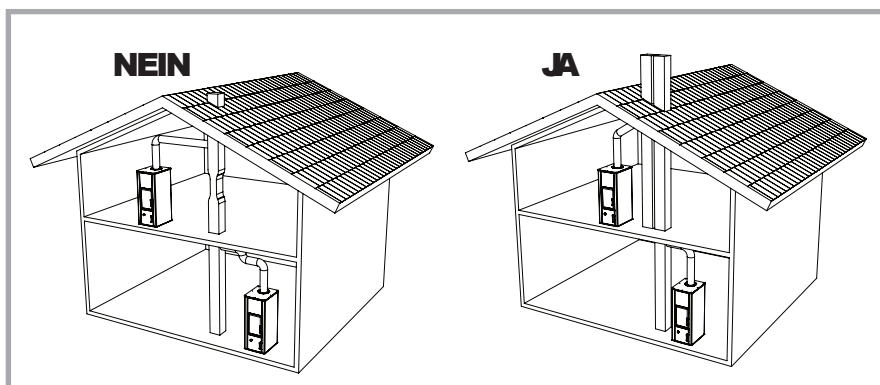

Abb. 6 - Beispiele für falsche und richtige Ausführung des Rauchabzugs.
Der Schornstein muss, unter Berücksichtigung der allgemeinen Umgebungs- und Umweltbedingungen, für den Anschluss des ausgewählten Zentralheizungsöfens geeignet sein. Sein Querschnitt muss so dimensioniert sein, dass der Rauch ohne Schwierigkeiten aus dem Zentralheizungsöfen abziehen kann. Bei Überdimensionierung würde sich der Schornstein nicht schnell genug erwärmen, was Kondenswasserbildung sowie schlechten Rauchzug zur Folge haben könnte. In Tabelle 1 ist der empfohlene Durchmesser für den Rauchabzug und die Höhe des Schornsteins (H) angeführt. Die Höhe des Schornsteins muss so bemessen sein, dass ein optimaler Rauchabzug garantiert wird. Je höher der Schornstein, desto besser ist der Rauchzug. Bei einer Schornsteinhöhe unter 4 Metern ist ein einwandfreier Betrieb des Zentralheizungsöfens nicht gewährleistet. Abgasrohre dürfen keine gewundenen oder waagrechten Abschnitte aufweisen und müssen immer mit Steigung zum Schornstein hin montiert werden; die Anzahl der Rohrbögen ist auf ein Minimum zu beschränken. Abb. 6 zeigt einige Beispiele für die richtige und falsche Ausführung des Rauchabzugs.